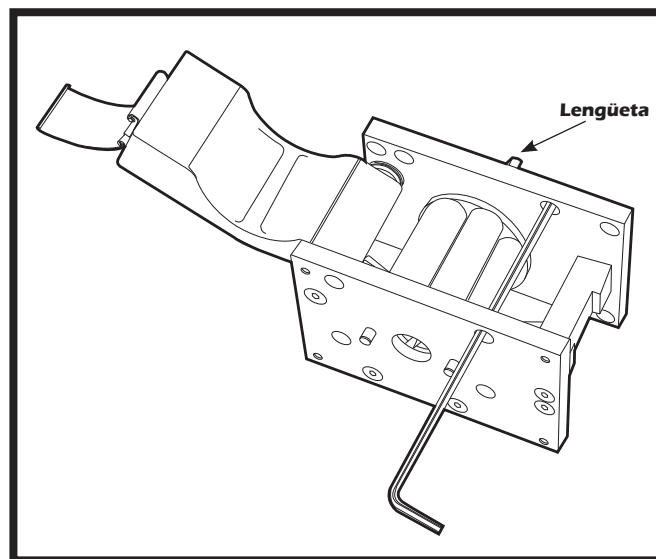

Figura 2, Armado de la bomba
1. Conecte el cabezal al impulsor alineando la lengüeta del cabezal (Figura 2) con la ranura ubicada en el eje del impulsor y las guías de montaje del impulsor con los orificios correspondientes del cabezal.